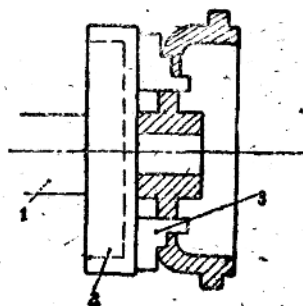

图 1-4
(1)端盖的装夹方法及卡具。端盖的尺寸比较大时，为了装夹牢固可靠，把端盖卡在床头花盘上，用螺栓压板夹牢，螺栓和压板的数目根据端盖的大小可以适当的考虑，以卡牢为原则。如果端盖的尺寸不大，同时用卡盘爪可以卡牢时，可以用卡盘装夹来加工如图1-4。